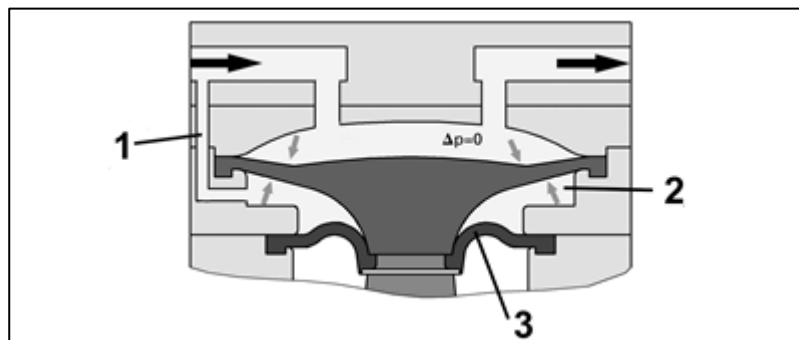

Abb. 5: Funktion des Membran-Stabilisierungssystems
Eine zusätzliche Membrane, die sogenannte Stabilisierungsmembrane (3), trennt die Unterseite der Arbeitsmembrane von Antriebsraum der Pumpe (siehe Abb. 5). Der Raum zwischen den beiden Membranen – Vakuumkammer (2) genannt – wird über einen Evakuierungskanal (1) mit der Saugseite der Pumpe verbunden. In der Vakuumkammer herrscht dadurch annähernd der gleiche Druck wie im Arbeitsraum der Membranpumpe. Die Druckdifferenz zwischen Ober- und Unterseite der Membrane geht gegen null. Unabhängig vom Ansaugdruck der Pumpe bleibt die Arbeitsmembrane stabil, sodass die Pumpe über ihren gesamten Arbeitsbereich ein gutes Saugvermögen aufweist.